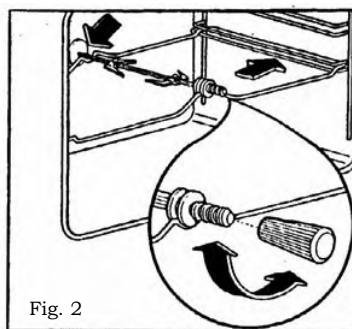

Fig. 2
Gebruik van het draaispit - Fig. 2
F) Schroef na het braden het handvat opnieuw op het spit vast en verwijder het geheel uit de oven. (Fig. 2)